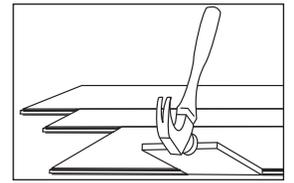

Figura 10
- Puede ser necesario alinear el producto con una pieza cortada de material sobrante como se ilustra (Figura 10 - Conserve el ángulo de la pieza de desecho a un ángulo bajo para evitar daños en el borde).